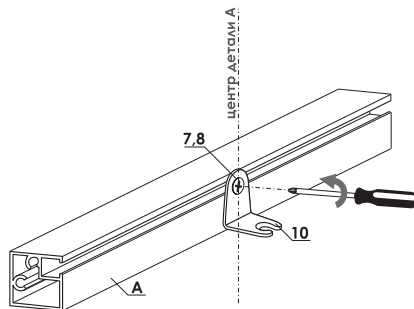

рис. 1.3
- 1.3 Зафиксируйте уголок винтом (рис.1.3).
①